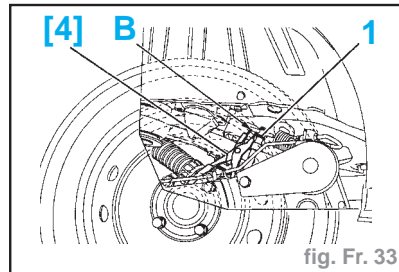

fig. Fr. 33
- Le trou (B) permet de mettre en place l'outil [4] (pince à clips **FACOM 470**) (fig. Fr. 33).